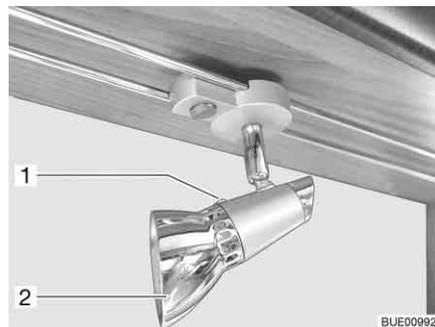

Fig. 239 Foco halógeno (desplazable)
- Soltar el tornillo de fijación (Fig. 239,1).
- Retirar la pantalla de lámpara (Fig. 239,2).